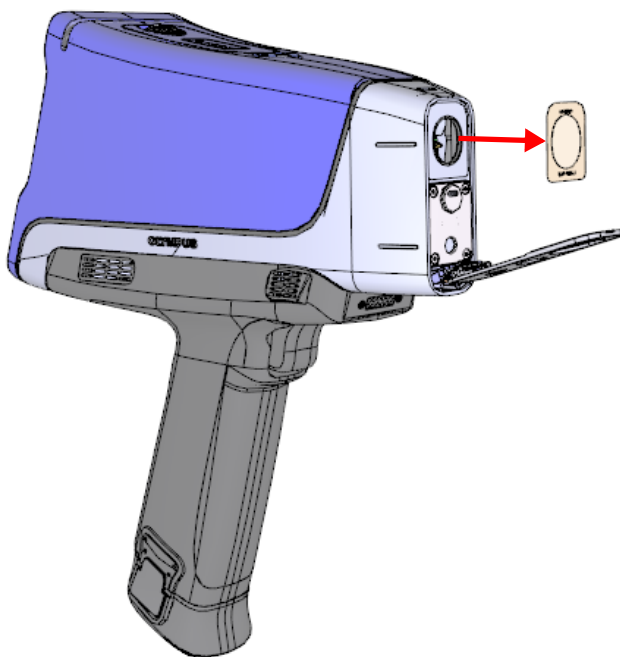

Рис. 4-5 Извлечение измерительного окна
- Извлеките использованную пленку из рамки окна, как показано на Рис. 4-5 на стр. 93.